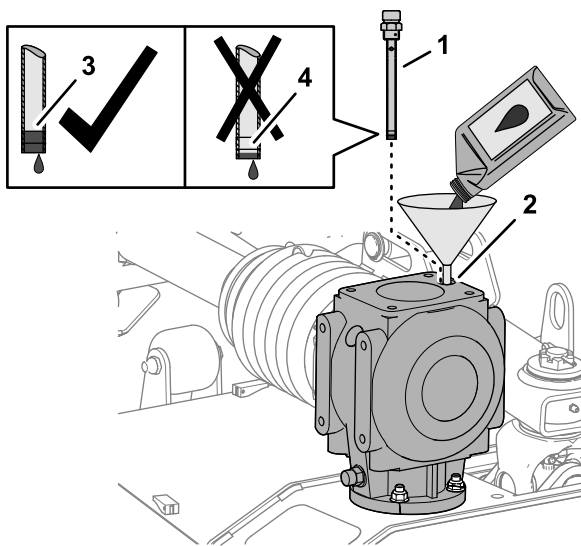

図 63
1. ディップスティックポートから所定のギアオイル 1,064 mL を入れる図 63。
2. ポートにディップスティックをねじ込んでから抜き取ってオイルの量を調べる図 63。
4. 給油ポートにディップスティックをねじ込んで締め付ける図 63。